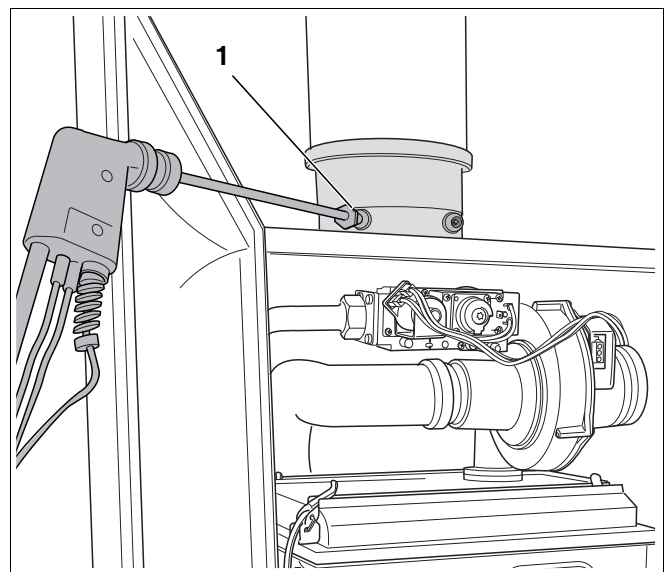

Fig. 96 Koolmonoxidegehalte meten
- Sluit het rookgasanalyseapparaat aan op het linker meetpunt (→ fig. 96).
- Meet op het meetpunt voor rookgassen (→ fig. 96) het koolmonoxidegehalte (CO).
- Verwijder het rookgasanalyseapparaat, en monteer het afdekdopje aan het meetpunt voor rookgasanalyse (→ fig. 96, [1]).